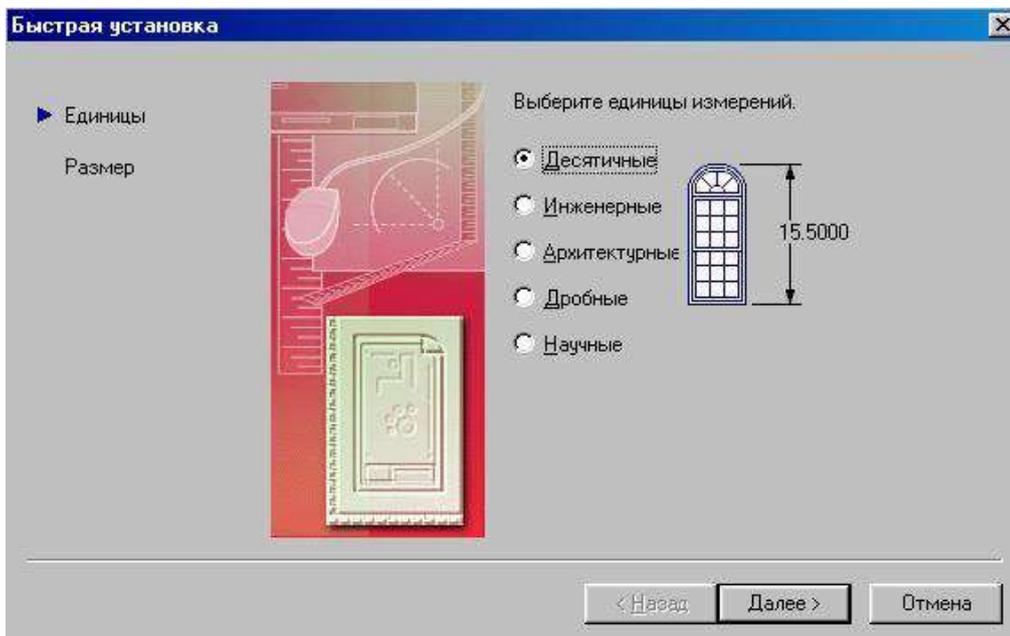
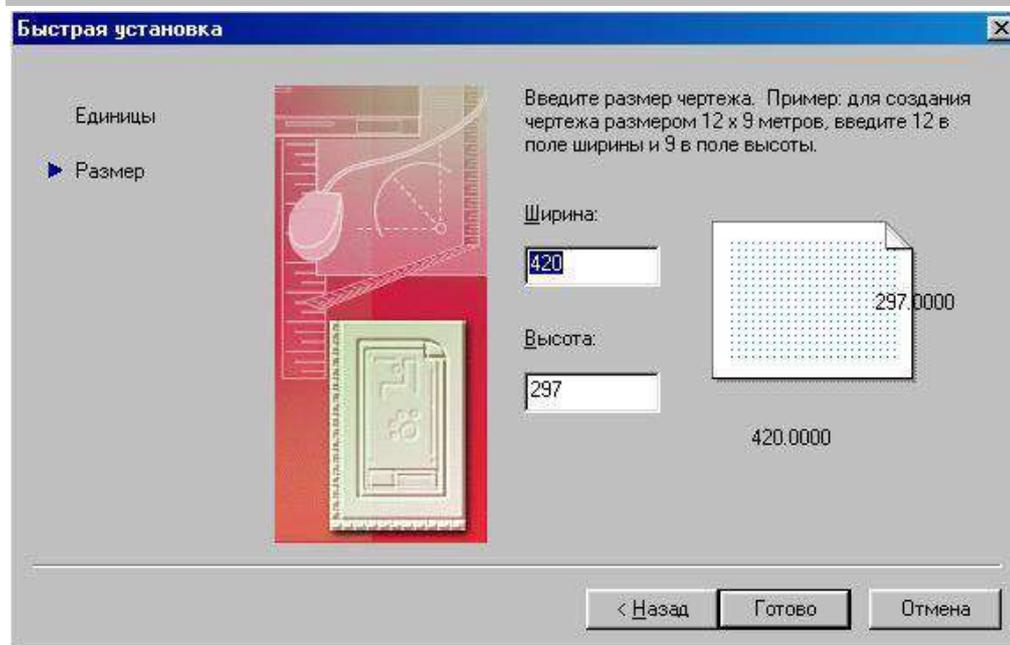

Рис. 2
Рис. 3
Если есть необходимость использовать один или несколько режимов объектной привязки более одного раза, то можно установить эти режимы в качестве текущих. Можно задать один или несколько текущих режимов объектной привязки на вкладке «Объектная привязка» в диалоговом окне «Режимы рисования», доступ к которому можно получить из меню «Сервис» или выбором пункта «Настройка» контекстного меню «ПРИВЯЗКА» статусной строки, рисунок 3.
Установите **десятичные** единицы измерения (**Decimal**) и нажмите кнопку **Далее (Next)** (рис. 2). Введите **ширину (Width) 40**, а **высоту (длину - Length) 30** и нажмите кнопку **Готово (Finish)** (рис. 3).
**привязка»** в диалоговом окне **«Режимы рисования»**, доступ к которому можно получить из меню **«Сервис»** или выбором пункта **«Настройка»** контекстного меню **«ПРИВЯЗКА»** статусной строки, рисунок 3.